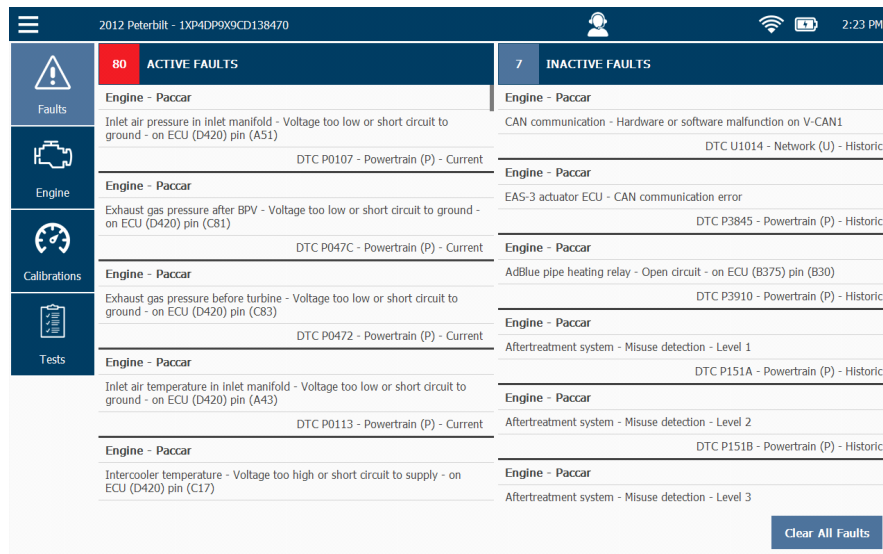

Figura 4.1 Menú de Diagnóstico
- 1 En el Menú de Diagnóstico (Figura 4.1), seleccione la pestaña Parameters (por ejemplo, **Engine**).